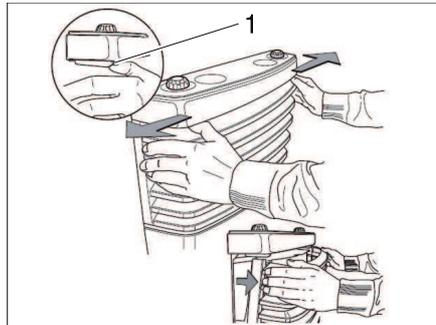

Bild 109 Heizungsverkleidung abnehmen
- Heizungsverkleidung abnehmen. Dazu die Verschlussfedern (Bild 109,1) seitlich nach außen drücken, Verkleidung nach vorn schwenken und aus den unteren Lagern heben.